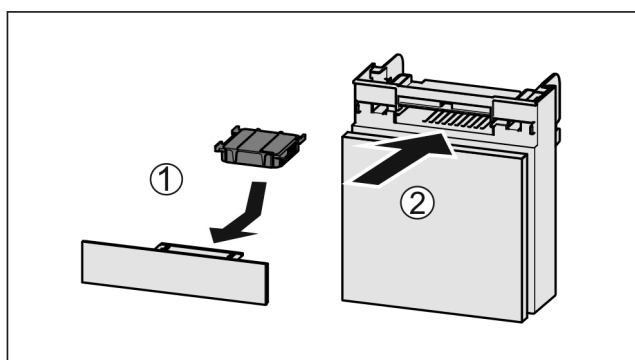

Fig. 226
- Filtr s aktivním uhlím vložte podle vyobrazení Fig. 226 (1).
- Zásuvku zasuňte Fig. 226 (2).